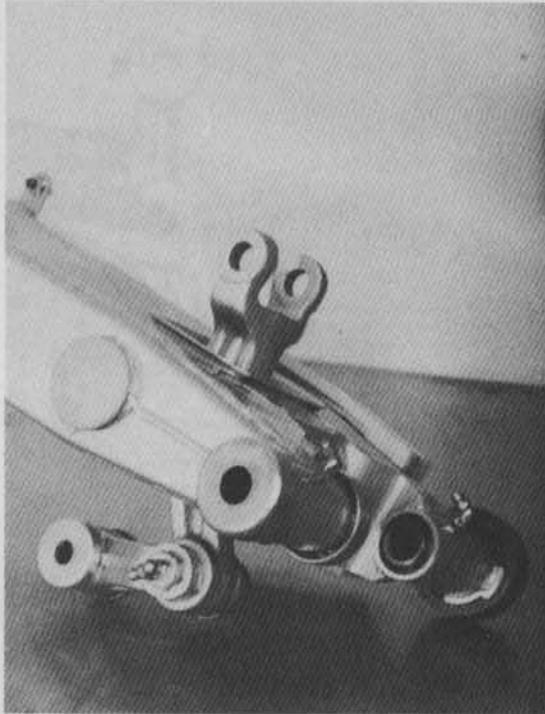

Bild 213 ►
- Pleuelstange an Rahmen befestigen (32 Nm; Bild 213).